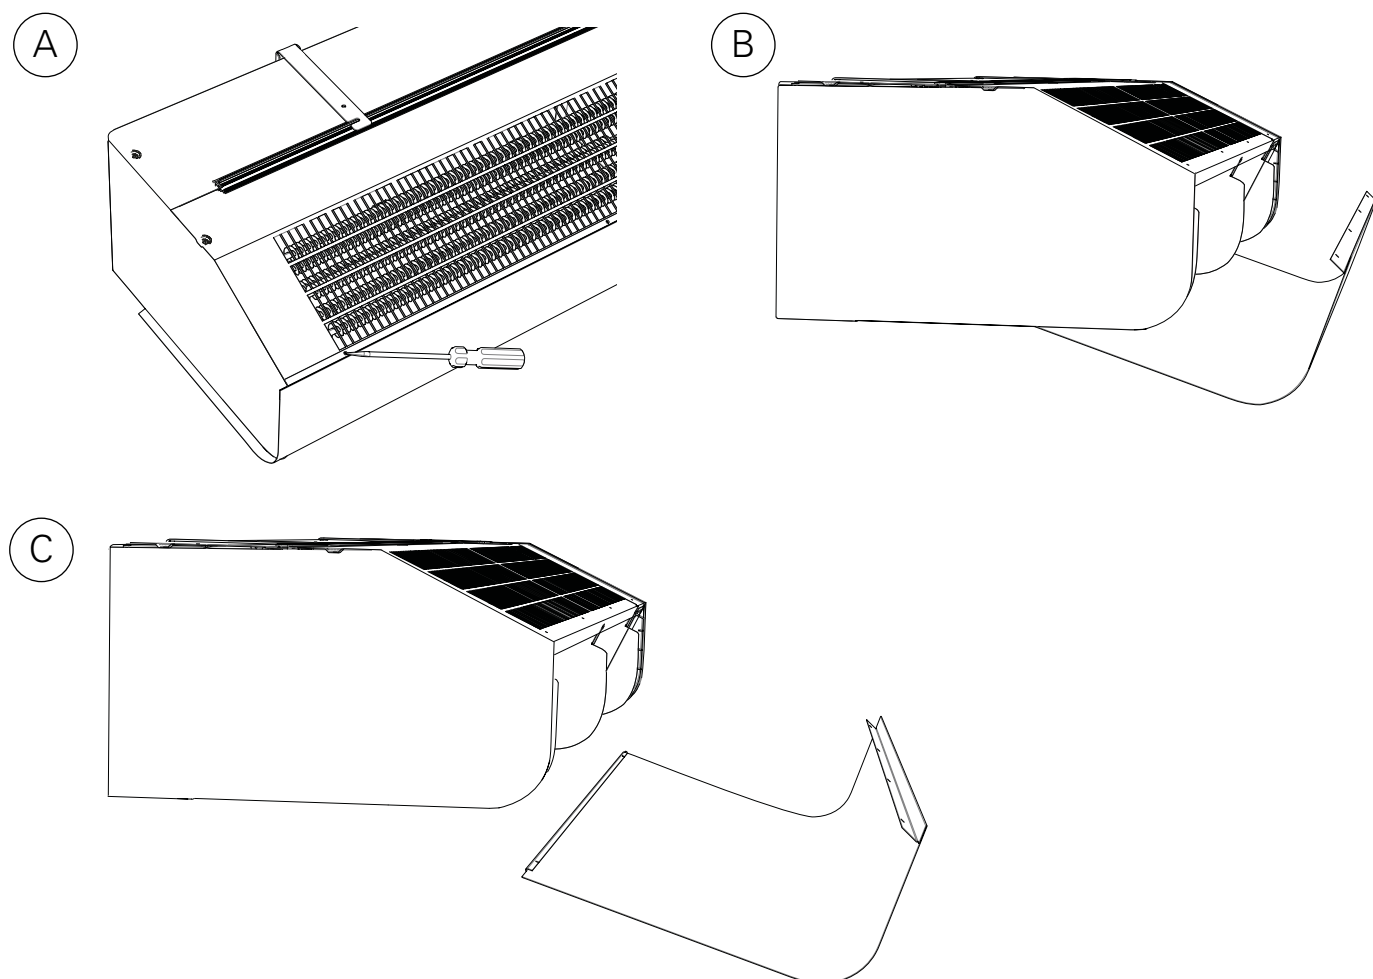

Fig. 3: Open the unit.
2. Het frontluik kan worden verwijderd door de schroeven aan de bovenkant van de unit te verwijderen en daarna de gebogen rand aan de onderkant los te maken. (Fig. 3)